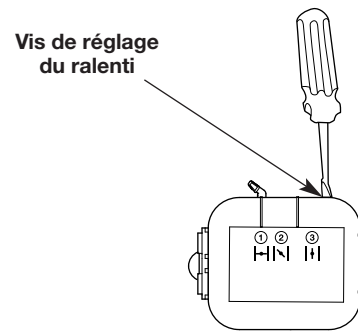

Fig. 11
- Si le moteur s'arrête, insérez un petit tournevis à pointe cruciforme pour tourner la vis du ralenti dans le sens horaire, de 1/8 de tour à la fois (comme nécessaire) jusqu'à ce que le moteur tourne au ralenti (Fig. 11).
- Si le moteur tourne trop rapidement au ralenti, tournez la vis de ralenti dans le sens antihoraire, d'un 1/8 de tour à la fois (si nécessaire) pour réduire la vitesse de ralenti (Fig. 11).